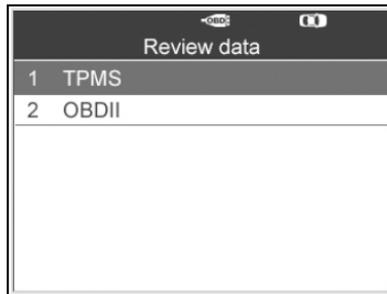

Imagen 8.1
Utilice el botón de desplazamiento **ARRIBA/ABAJO** e **IZQUIERDA/DERECHA** para seleccionar **volver a visualizar datos** en el menú principal (imagen 3.1), y espere hasta que aparezca el menú de revisualización de datos.(Imagen 8.1)
- 1) Utilice el botón de desplazamiento **ARRIBA/ABAJO** para seleccionar **TPMS** u **OBDII** en **volver a visualizar datos** y pulse el botón **Y**. (Imagen 8.1)